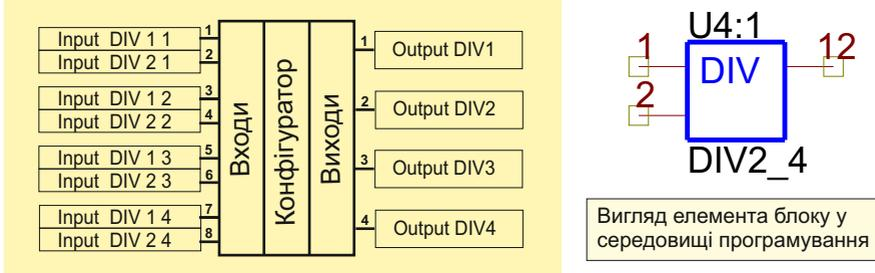

Рис. 26 Схематичне зображення блока "Ділення"
2.9 Блок Ділення містить 8 входів і 4 виходи і є 4-х елементним, тобто складається з 4-х незалежних елементів, кожен з яких містить 2 входи і 1 вихід (Рис. 26).